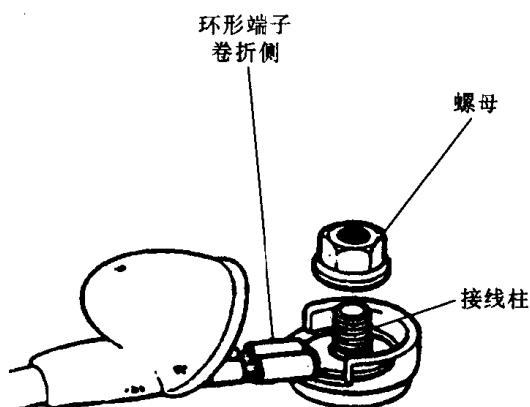

图 1-1-8 环形端子的正确连接
6. 按照与拆卸相反的顺序重新安装起动机。需要注意的是，在连接起动机导线时，确认将环形端子卷折侧朝外（图 1-1-8）。